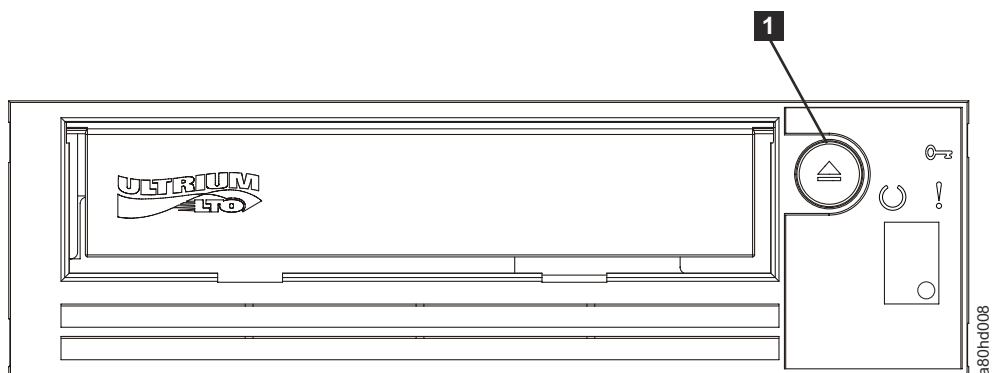

Figura 17. Restablecimiento de la unidad
Puede restablecer la unidad sin apagar la unidad ni el sistema. Esta acción puede ser necesaria si la unidad deja de responder. Pulse y mantenga pulsado **Expulsar** en el panel frontal de la unidad de cintas durante 10 segundos (Figura 17 en la página 22). La unidad fuerza un volcado de memoria de datos técnicos vitales para la unidad de memoria y sobrescribe el volcado existente. A continuación, la unidad se reinicia para permitir la comunicación.
2. Pulse **Expulsar**. Véase **1** en Figura 17 en la página 22. La unidad rebobina la cinta y expulsa el cartucho. El LED de preparado/actividad parpadea en color verde mientras se rebobina la cinta y, a continuación, sale antes de que se expulsa el cartucho.